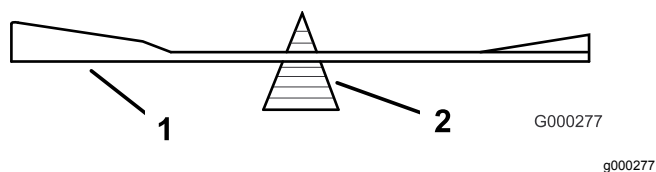

Figure 107
2. Vérifiez l'équilibre de la lame en la plaçant sur un équilibreur (Figure 107).